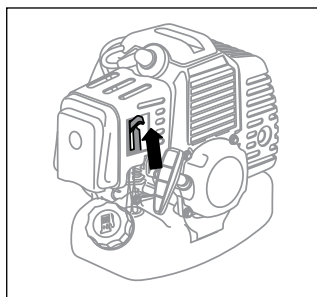

Рис. 12
4. Переведите рычаг воздушной заслонки в верхнее положение – |/| «Закрыто» (рис. 12).
7. Переведите рычаг воздушной заслонки (рис. 12) в нижнее положение ||| «Открыто».
1. Переведите рычаг воздушной заслонки в нижнее положение – ||| «Открыто» (рис. 12).